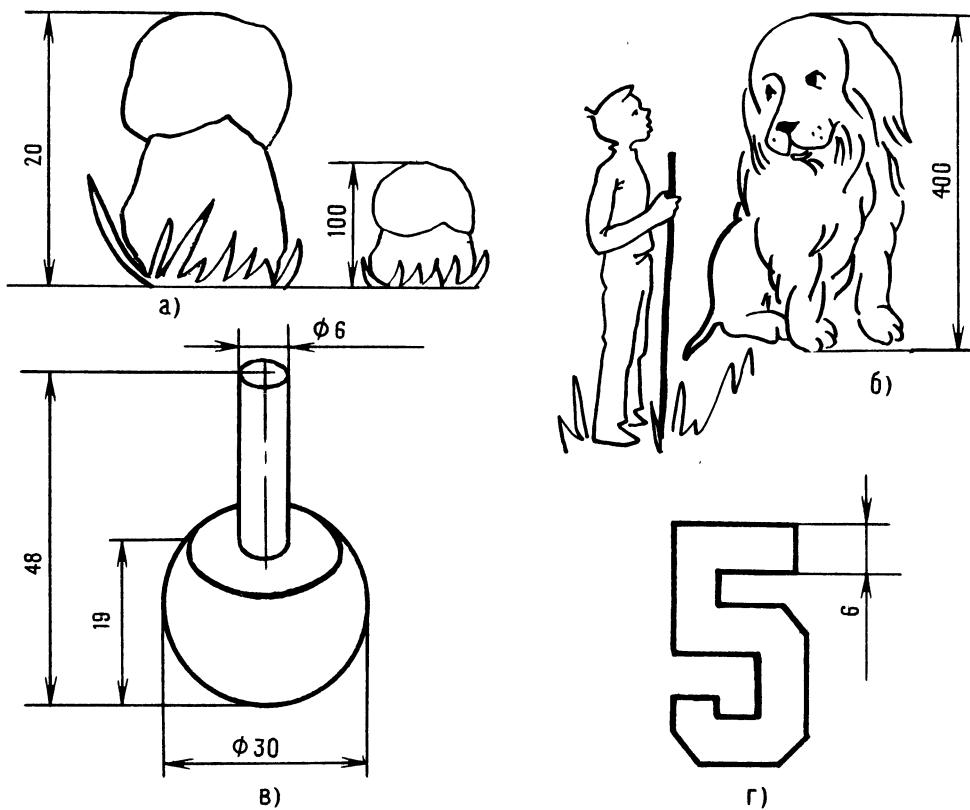

Рис. 37. К задаче 43
43. Определите, какой гриб старше и в каком масштабе начертан каждый гриб? (рис. 37, а).
Определите, в каком масштабе изображены Вася и его собака. Вася выше собаки в три раза (рис. 37, б).
44. Определите минимально достаточное число проекций для изображения игрушки «Волчок Томсона» (рис. 37, в) и попытайтесь объяснить, как действует волчок. Предлагайте любые версии. Решение сверьте с ответом.
**44** пятерки равна наименьшей толщине основной линии чертежа (рис. 37, г).